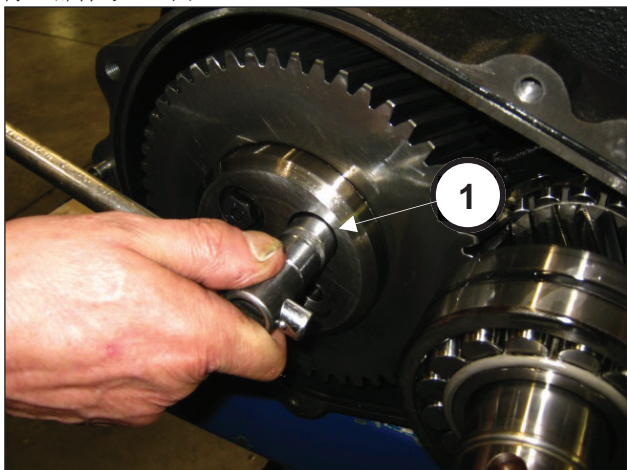
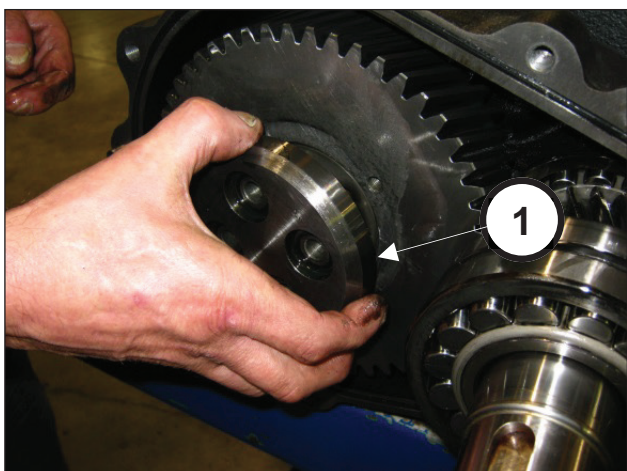

图10
图11
拧松固定冠齿轮止动件的螺丝（部件号①，图10）并将之拆除（部件号①，图11）。